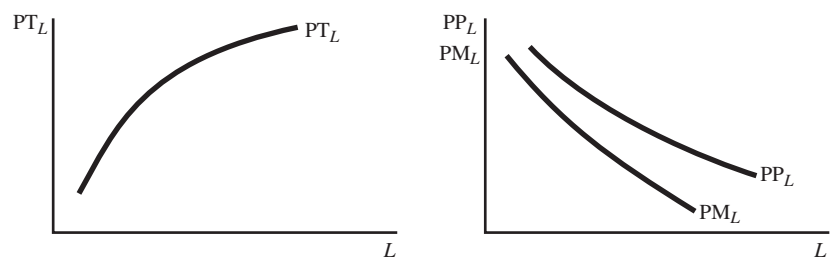

Figura E-7
- b) Vea la figura E-7. PT_L , PP_M y PM_L se refieren sólo a la etapa II de la producción (es decir, la función de producción Cobb-Douglas no está definida para las etapas I o III de L y K).